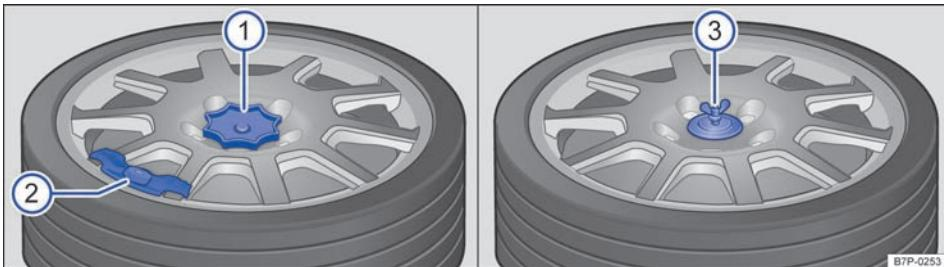

图 245 行李箱地板下：带手轮 ① 的折叠式备用车轮和带固定螺栓与防松垫片 ③ 的折叠式备用车轮
- 取出位于折叠式备用车轮中部的手轮 → 图 245 ①，然后插到紧固螺栓 ② 上，最后沿逆时针方向完全拧出。
- 或：将带防松垫片的紧固螺栓 ③ 沿逆时针方向完全拧出。
- 将折叠式备用车轮放入备用车轮槽内，然后用紧固螺栓 ⇒ 图 245 ② 或 ③ 固定住。
- 将手轮 ① 插入折叠式备用车轮中部
⇒ 图 245。